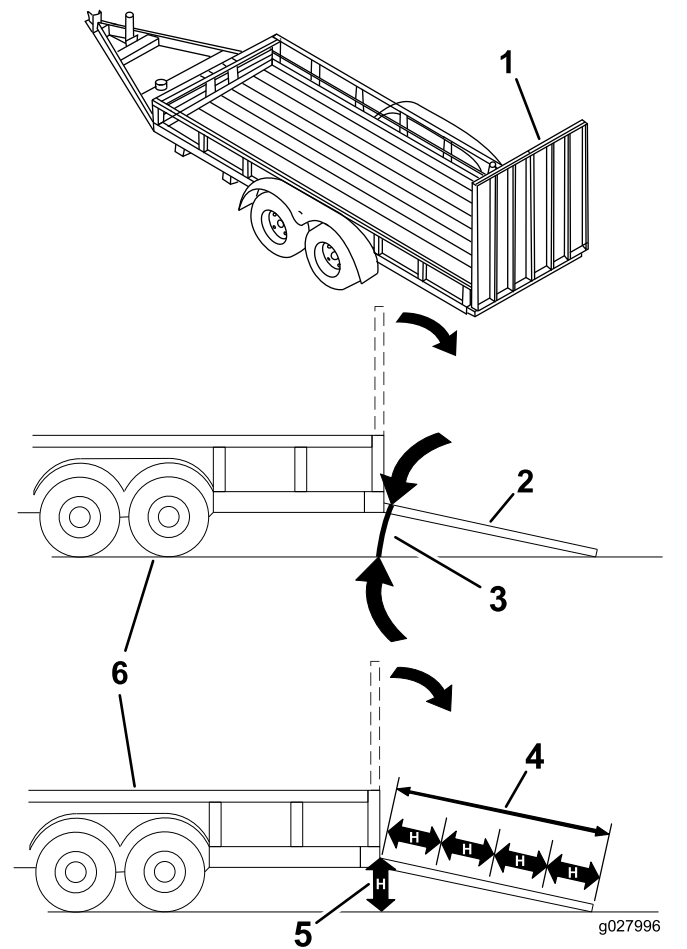

Рисунок 34
Завантаження пристрою на причеп або вантажівку збільшує імовірність перекидання і може спричинити серйозні травми або смерть (Рисунок 34).
3. Опустіть рампу, стежачи, щоб кут між рампою і землею не перевищував 15 градусів (Рисунок 34).
1. Опустіть рампу, стежачи, щоб кут між рампою і землею не перевищував 15 градусів (Рисунок 34).